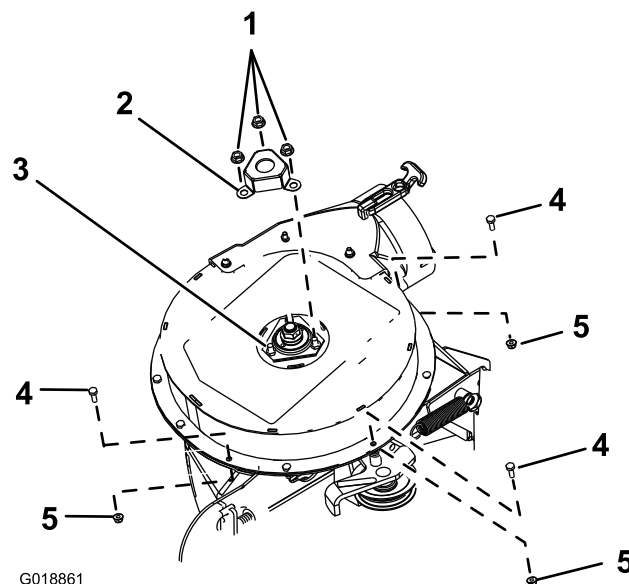

Figure 6
1. Retirez les 3 écrous cannelés qui fixent le couvercle d'arbre au ventilateur (Figure 6).
2. Déposez la protection d'arbre et mettez-la au rebut (Figure 6).
3. Retirez les 3 boulons à tête hexagonale (1/4 x 3/4 po) et les 3 contre-écrous (1/4 po) du carter de ventilateur, comme montré à la Figure 6.